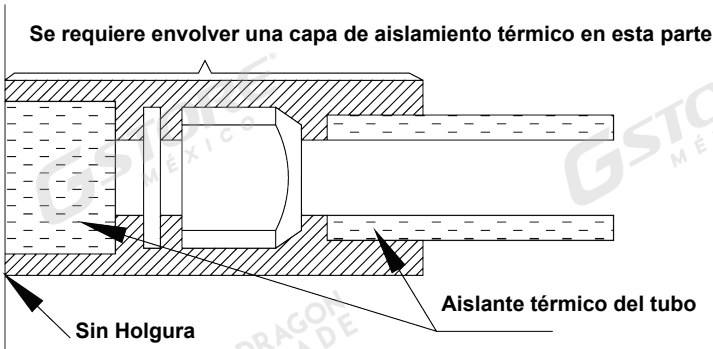

Fig. 4.3.7.1
- (1) Para evitar fugas de condensado o agua en la tubería de conexión, la tubería de gas y la tubería de líquido deben envolverse con material de aislamiento térmico y cinta adhesiva para aislarlas del aire.
- (2) El material aislante térmico deberá ser capaz de soportar la temperatura de la tubería. Para la unidad de bomba de calor, la tubería de líquido debe soportar 70°C o más y la tubería de gas debe soportar 120°C o más. En el caso de la unidad de refrigeración, tanto la tubería de líquido como la de gas deben soportar 70°C o más.
- (3) Ejemplo: Espuma de polietileno (soporta 120°C o más); polietileno espumado (soporta 100°C o más).
- (4) Las juntas de la unidad interior y exterior deben envolverse con material aislante y no dejar ningún espacio entre la tubería y la pared. Véase la Fig.4.3.7.1.